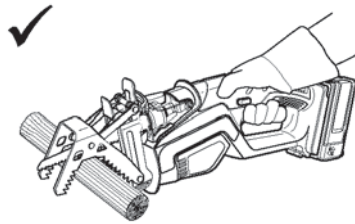
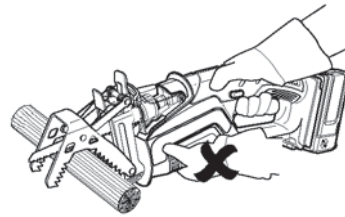

Fig. 16
Fig. 17
- > Cet appareil se tient à une seule main (Fig. 16). N'essayez pas de le tenir à deux mains (Fig. 17,18).